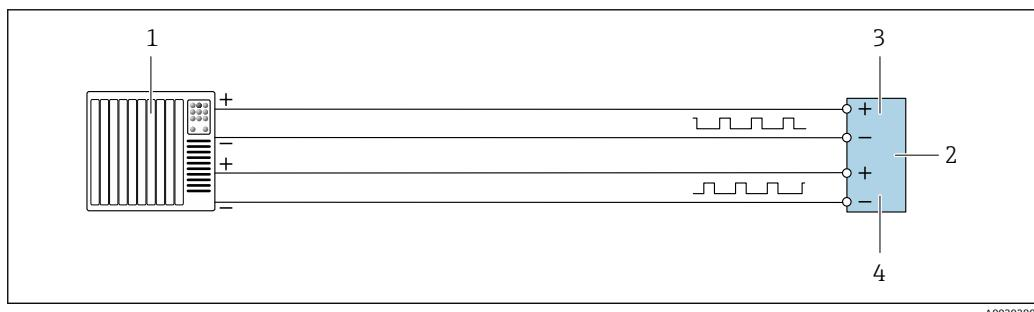

图 12 双脉冲输出(有源信号)的连接实例
- 4 HART 通信阻抗( $\geq 250 \Omega$ ): 注意最大负载→ 图 12
- 5 模拟式显示单元: 注意最大负载→ 图 12
- 4 模拟式显示单元: 注意最大负载→ 图 12